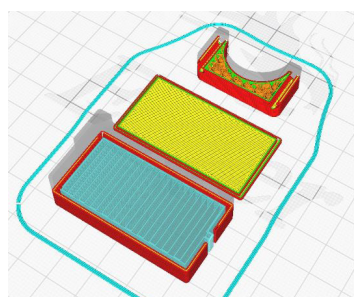

Figura 9. Design do suporte
3. O suporte deve ser construído de forma que a roda traseira da bicicleta fique a cerca de 10-15 cm do chão. As dimensões do seu estande serão específicas da sua bicicleta (Figura 9).